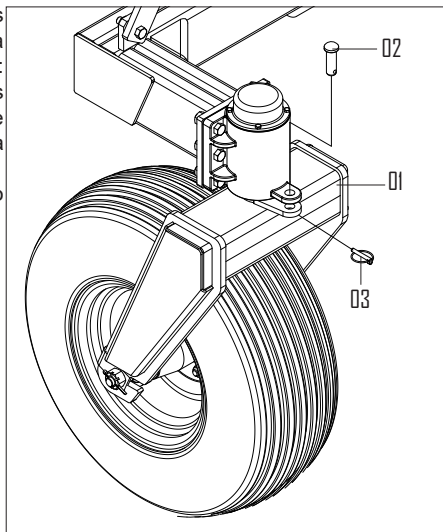

FIGURA 10
- Destrave os rodeiros oscilantes (1), retirando o pino (2), e trava (3), conforme mostra a figura 10.
- Em seguida, guarde o pino (2), e trava (3).